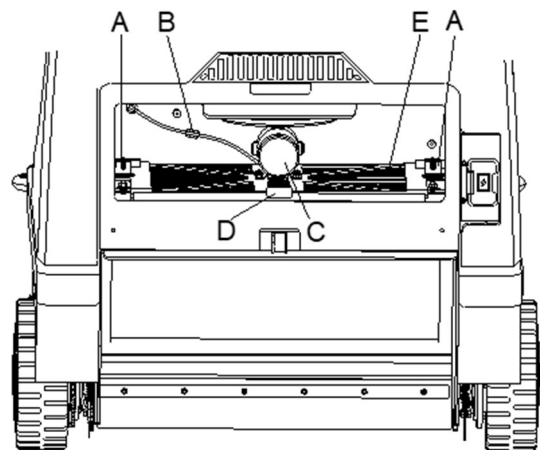
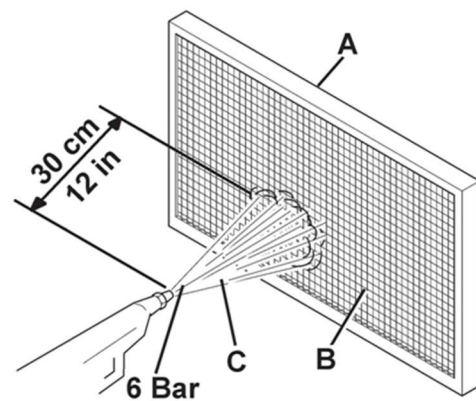

Abb. 31
Abb. 32
7. Lösen Sie die Knöpfe (A, Abb. 31).
8. Trennen Sie den Stecker (B, Abb. 31) des Filterrüttlermotors (C, Abb. 31).
9. Entfernen Sie den Befestigungsrahmen (D, Figure 31) des Staubfilters.
10. Entfernen Sie den Staubfilter (E, Abb. 31).
11. Reinigen Sie den Filter in einem Außenbereich, indem Sie ihn auf einer ebenen und sauberen Oberfläche schütteln und auf die Seite (A, Abb. 32) gegenüber der Drahtgaze (B, Abb. 32) klopfen. Verwenden Sie am Ende des Reinigungsvorgangs Druckluft (C, Abb. 32) mit maximal 6 bar (85 psi) und blasen Sie nur von der Drahtgazeseite (B, Abb. 32) aus in einem Mindestabstand von 30 cm.
- Installieren Sie den Filter (E, Abb. 31) sodass die Drahtgaze (B, Abb. 32) nach oben weist.